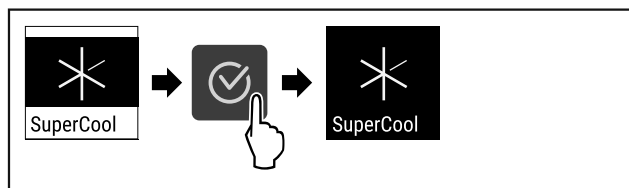

Fig. 73
- ▶ Wykonać czynności (patrz Fig. 73).